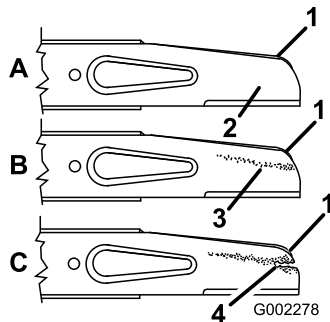

Figure 27
2. Enlevez le boulon de lame, la rondelle de blocage, l'accélérateur et la lame (Figure 27).